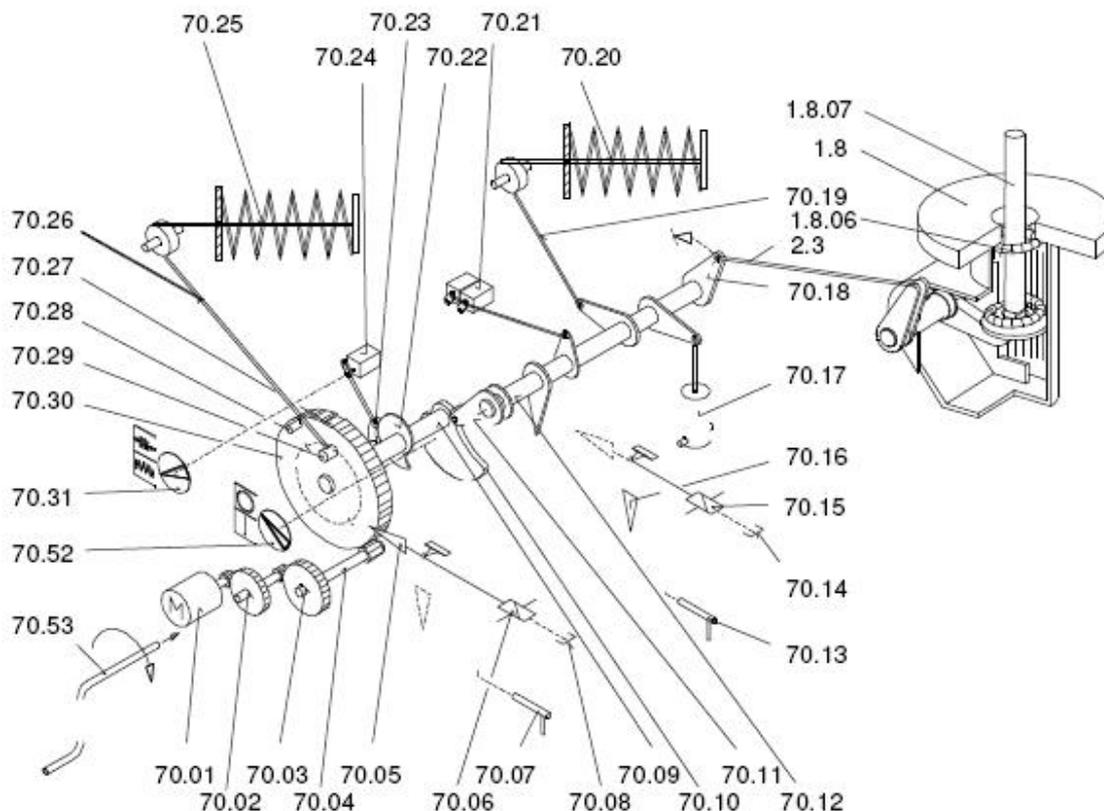
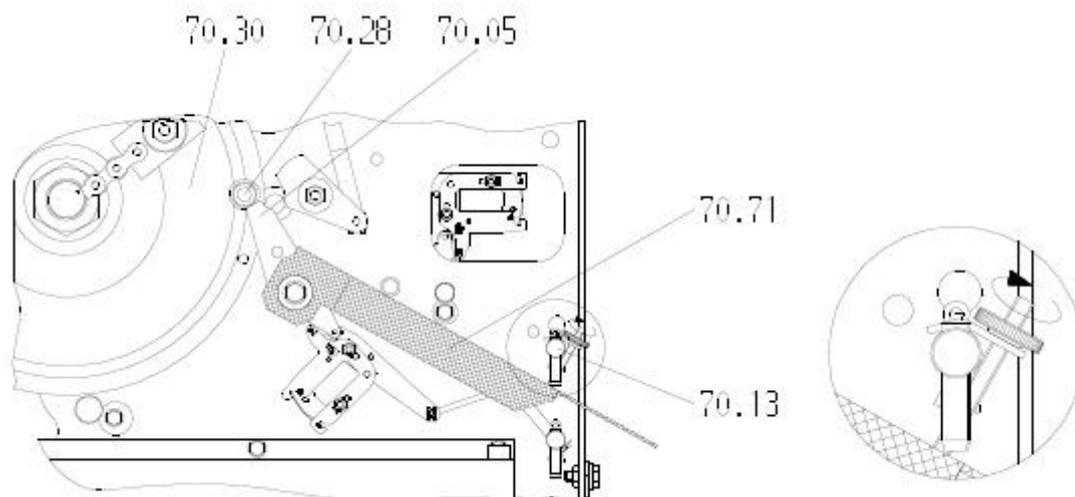
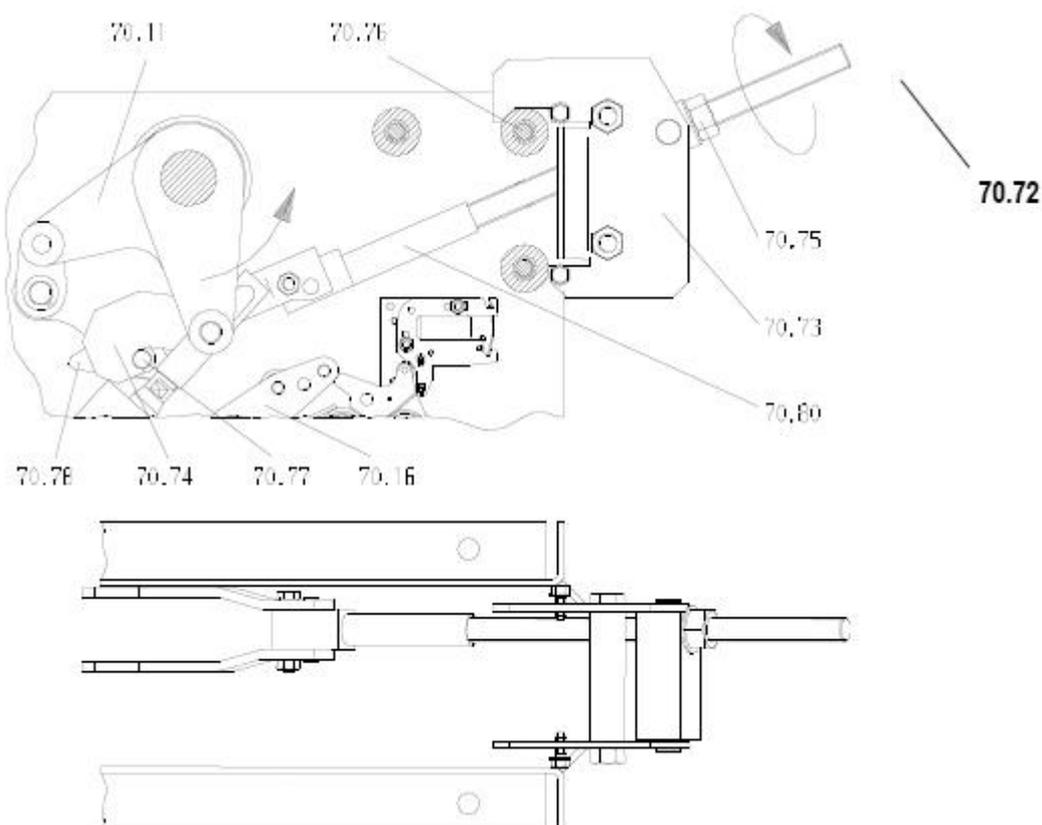

Figura 15: Mecanismo de Operação a Mola FK 3-1/131
Figura 18: Dispositivo de Bloqueio
Figura 19: Dispositivo de Operação Lenta
O mecanismo de operação consiste de uma estrutura de aço autoportante e protegida contra corrosão. Para armazenar a energia de operação requerida, molas helicoidais de compressão são carregadas por um motor elétrico, através de uma unidade de transmissão (Figura 15). A atuação elétrica das bobinas de fechamento e abertura causam a soltura de tranquetas, liberando a energia das molas para fins de operação. A energia das molas é transmitida às colunas de polos através da alavanca, na parte traseira do mecanismo de operação, da haste de acionamento e das hastes de acoplamento.
(Vide Figura 15) (Os números entre () referem-se aos itens da Figura)
(Vide Figura 15) (Os números entre () referem-se aos itens da Figura).
- a) Mola de fechamento descarregada ou carregada: a mola de fechamento está carregada quando o rolante (Figura 15, item 70.28) está engrenado com a tranqueta de fechamento (Figura 15, item 70.05).
3. Se a mola de fechamento está carregada, inserir o dispositivo de bloqueio [Figura 18, item 70.71 (referir-se ao documento DT09FK-IM-FER para a ferramenta correta)] da tranqueta de fechamento (Figura 18, item 70.05), e fixá-la ao eixo da manípula de abertura (Figura 18, item 70.13).
4. Montar o dispositivo de operação lenta [Figura 19, item 70.72 (referir-se ao documento DT09FK-IM-FER para a ferramenta correta)]:
- a. Posicionar a placa de suporte (Figura 19, item 70.73) do dispositivo na bucha espaçadora superior direita (Figura 19, item 70.76) e apoiar o dispositivo contra a carcaça do mecanismo.
- b. Engatar o gancho (Figura 19, item 70.74) do dispositivo no pino (Figura 19, item 70.77) da tranqueta suporte (Figura 19, item 70.78).
- a. Girar a porca (Figura 19, item 70.75) em sentido horário, até que a tranqueta suporte (Figura 19, item 70.78) da alavanca rolante (Figura 19, item 70.11) engrene com a tranqueta de abertura (Figura 19, item 70.16), produzindo um estalo audível.
- b. A luva limitadora (Figura 19, item 70.80) previne uma sobrecarga. O indicador de posição do disjuntor indica, agora, a posição fechada. Durante a operação de fechamento lento, a mola de abertura (Figura 15, item 70.20) é carregada simultaneamente.
6. Remover o dispositivo de fechamento lento (Figura 19, item 70.72).
- a. Girar a porca (Figura 19, item 70.75) em sentido anti-horário até que a pressão no gancho seja removida (Figura 19, item 70.74).
7. Se montado, remover o dispositivo de bloqueio (Figura 18, item 70.71) da tranqueta de fechamento (Figura 18, item 70.05)
Conectando-se novamente a tensão de controle, quando a mola de fechamento (Figura 15, item 70.25) estiver descarregada, o motor (Figura 15, item 70.01) passará, imediatamente, a carregá-la.
- a. Mola de fechamento descarregada ou carregada: a mola de fechamento está carregada quando o rolante (Figura 15, item 70.28) está engrenado com a tranqueta de fechamento (Figura 15, item 70.05).
5. Girar a porca M16 (Figura 19, item 70.75) em sentido horário até que a pressão na tranqueta de abertura seja removida (Figura 18, item 70.16).
6. Liberar o bloqueio da manípula de abertura (Figura 18, item 70.13).
- a. Liberar a tranqueta de abertura (Figura 19, item 70.16) usando a manípula de abertura (Figura 18, item 70.13).
- b. Ao mesmo tempo, girar a porca (Figura 19, item 70.75) em sentido anti-horário, até que a tranqueta suporte (Figura 19, item 70.78) da alavanca rolante (Figura 19, item 70.11) ultrapasse a tranqueta de abertura (Figura 19, item 70.16).
- c. Continuar girando a porca (Figura 19, item 70.75) em sentido anti-horário, até que a pressão no gancho (Figura 19, item 70.74) seja removida.
- d. Ao fim desta operação, a mola de abertura (Figura 15, item 70.20) está descarregada e o indicador de posição do disjuntor (Figura 15, item 70.52) indica "Disjuntor Aberto".
10. Remover o dispositivo de operação lenta (Figura 19, item 70.72).
11. Remover o dispositivo de bloqueio (Figura 18, item 70.71) da tranqueta de fechamento.